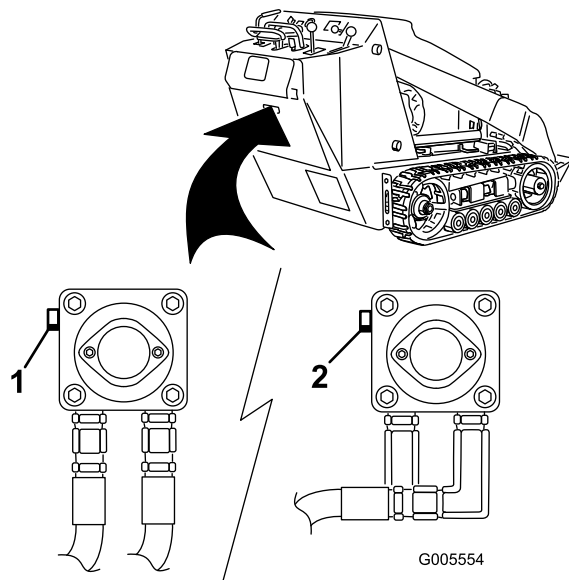

Figura 16
3. Con l'aiuto di una chiave, girare due volte in senso antiorario le valvole per il rimorchio situate sulle pompe idrauliche (Figura 16).